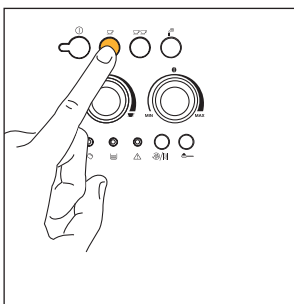
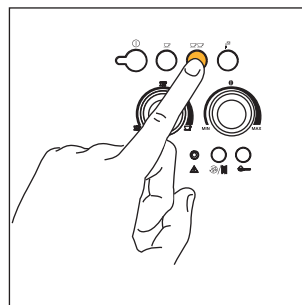

Fig. 12
Fig. 13
- 5) Tryk på tast ☺ (fig. 12), hvis du har valgt at brygge en kop kaffe eller på tast ☺☺ (fig. 13), hvis du har valgt at brygge to kopper kaffe. Nu begynder maskinen at male kaffebønnerne, den udfører en kortvarig forinfusion og derefter fuldfører den udstrømningen i koppen. Når den indstillede mængde er brygget, afbryder maskinen automatisk kaffeudstrømningen og smider grumset i kaffegrumsbeholder.
- 7) Tryk på tast ① for at slukke maskinen. (Inden den slukkes, udfører apparatet automatisk en skylning: der løber lidt varmt vand ud af hannerne, som samles i den nedenstående dråbeopsamlingsbakke – Pas på ikke at skolde sig). Hvis maskinen ikke slukkes ved at trykke på tast ①, slukkes den og udfører en hurtig skylning automatisk, under alle omstændigheder 3 timer efter den sidste betjening.
BEMÆRK 4: Mens maskinen er i gang med at brygge kaffen, er det muligt at stoppe udløbet når som helst, ved at trykke på den forud valgte tast ☉ (fig. 12) eller ☉☉ (fig. 13).
BEMÆRK 5: Så straks udløbet er færdigt, kan kaffemængden i koppen forøges ved at holde den forud valgte tast ☉ (fig. 12) eller ☉☉ (fig. 13) trykket ned, indtil man når den ønskede mængde kaffe denne operation skal foretages indenfor 3 sekunder efter at kaffeudløbet er færdigt).